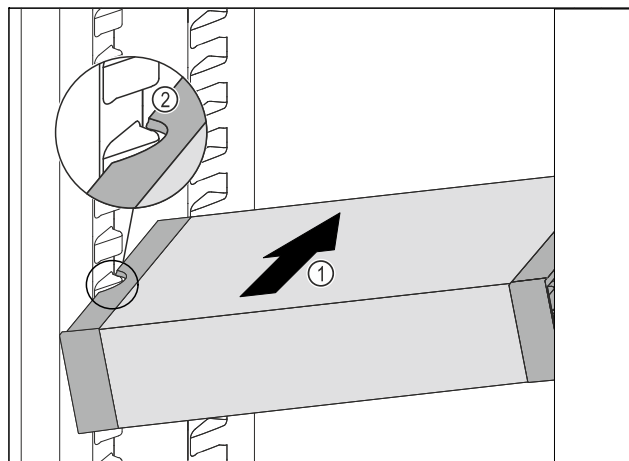

Fig. 71
- ▶ VarioSafe gurajte koso u hladnjak Fig. 71 (1) sve dok se bočni otvori Fig. 71 (2) ladice VarioSafe ne nađu na visini žlijeba spremnika u hladnjaku.